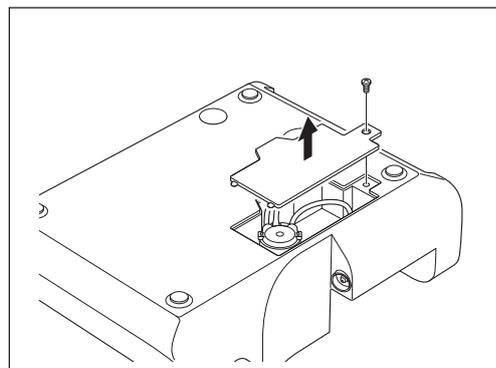

Fig. 50
- 2) Dé la vuelta a la unidad de control. Use un destornillador de estrella para quitar el tornillo de la cubierta del conjunto de bomba de irrigación y retire la cubierta (Fig. 50).